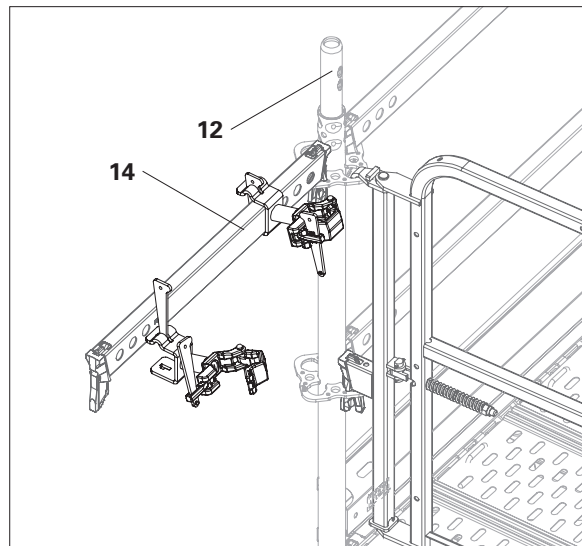

Fig. A9.06a
5. Chiudere gli attacchi scala e avvitare le viti o serrare i cunei con un martello. (Fig. A9.06a + A9.06b)